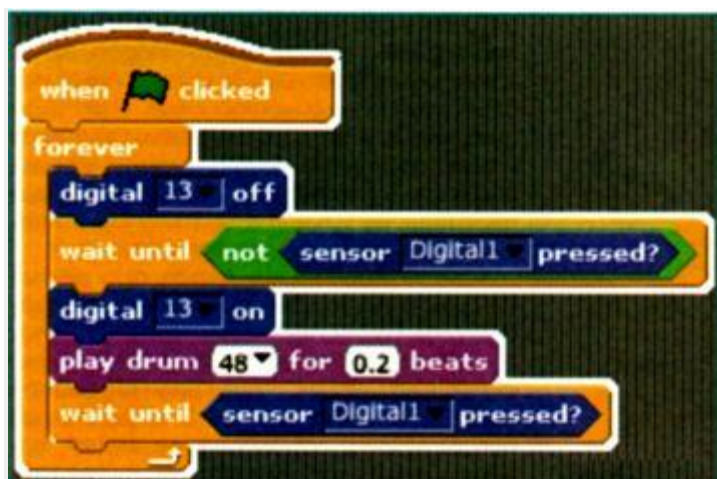

Рис. 3
1. Средства расширенного Форматирования обычного исходного текста разрабатываемой программы. Её по-прежнему пишут на языке C, но в более наглядном формате. Сейчас таких средств очень много. Самые яркие примеры: Scratch, S4A, Ardublock. Они хороши для начального обучения программированию на языке C, поскольку отлично показывают структуру и синтаксис этого языка. Но большие серьезные программы получаются громоздкими. На рис. 3. показан пример программы на языке Scratch.